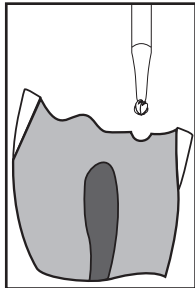

Figure 1
3. Mit einem runden Rosenbohrer im Schnellaufwinkelstück (blauer Ring) die Bohrstelle "ankörnen" (**Abb. 1**).